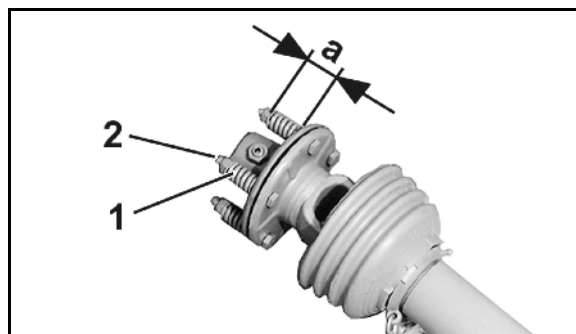

Fig. 90
2. Aflast fjedrene (Fig. 90/1) ved at løsne møtrikkerne (Fig. 90/2).